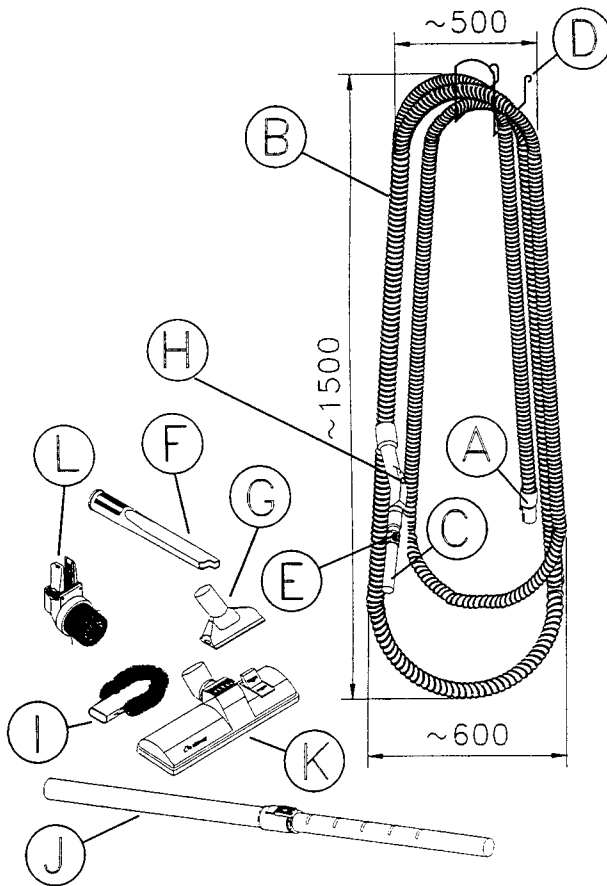
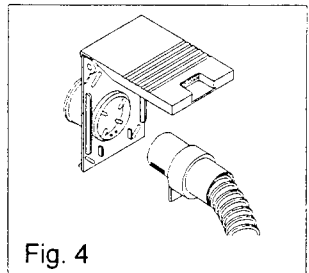
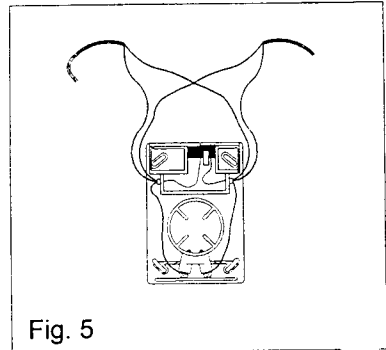

Fig. 1
Fig. 4
Fig. 5
Samtliga delar av städutrustningen i fig. 1 ingår ej som standard i varje leverans.
! Öppna dosans lock och tryck in slangmuffen, (ny muff kan vara trög) så att muffens kontaktytor (Deluxe-modellerna fig. 4) står mitt för sugdosans kontaktstift. För start av dammsugaren tryck på brytaren i handtaget (se fig. 1; H).
Om sugdosans mikrobrytare är kopplad (fig. 5; dubbelstart) parallellt med handtagets brytare, startar maskinen när locket öppnas helt så att *knäpp-ljudet* hörs. Styrning via sugdosan går före handtagsstyrningen. Deluxe-modellernas styrning från handtaget fungerar när muffen är rätt kopplad i sugdosan och locket inte är helt öppnat till låsningsläget (fig. 4).
- Tryck två gånger på knapp A på sändarenheten, se fig. 1 (med ca. 5 sekunders paus mellan tryckningarna).
Städutrustning, (fig. 1; sid. 1)
Städutrustningen slits så småningom ut och måste förnyas. Livslängden blir dock avsevärt bättre om den rengörs efter varje användning och förvaras på rätt sätt. Efter dammsugning bör teleskoprör och munstycke tas loss från handtaget och förvaras separat med borsten indragna. Undvik att förvara utrustningen i direkt solljus eftersom långvarig UV-strålning gör plasten skör, speciellt i slangen, och därmed förkortar livslängden. Slangen skall förvaras i slanghållare enligt fig. 1.